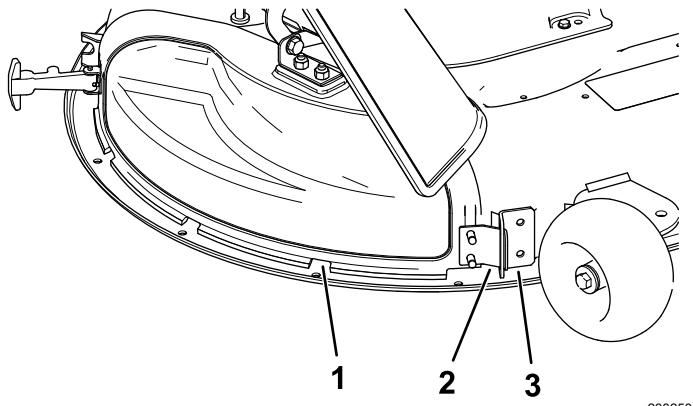

**Figura 12**
3. Eliberai elementul de fixare flexibil din opritorul acestuia de pe capacul de evacuare i pivotai capacul spre dreapta (Figura 12).
- 6. Fixai capacul de evacuare la punte prin prinderea elementului de fixare flexibil de pe capacul de evacuare în opritorul de pe punte (Figura 12).